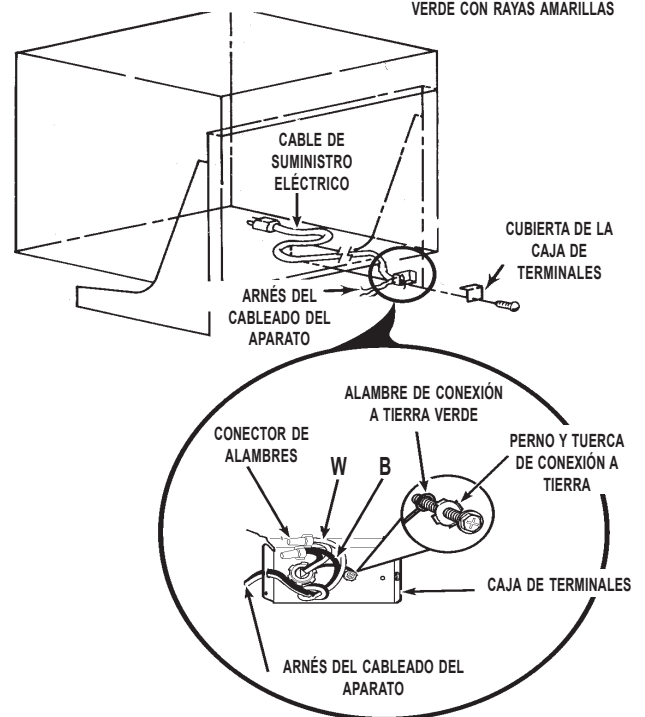

FIGURA 3
5. Conecte los alambres blanco y negro del cable de suministro eléctrico a los alambres blanco y negro en la caja de terminales utilizando los conectores de alambres provistos. Vea la figura 3.
- 6a. Unidades con pernos de conexión a tierra. Quite el perno de conexión a tierra y coloque la terminal de anillo del alambre verde a tierra en el cable de suministro, sobre el perno. Vuelva a colocar el perno verde y apriételo. Vea la figura 3.